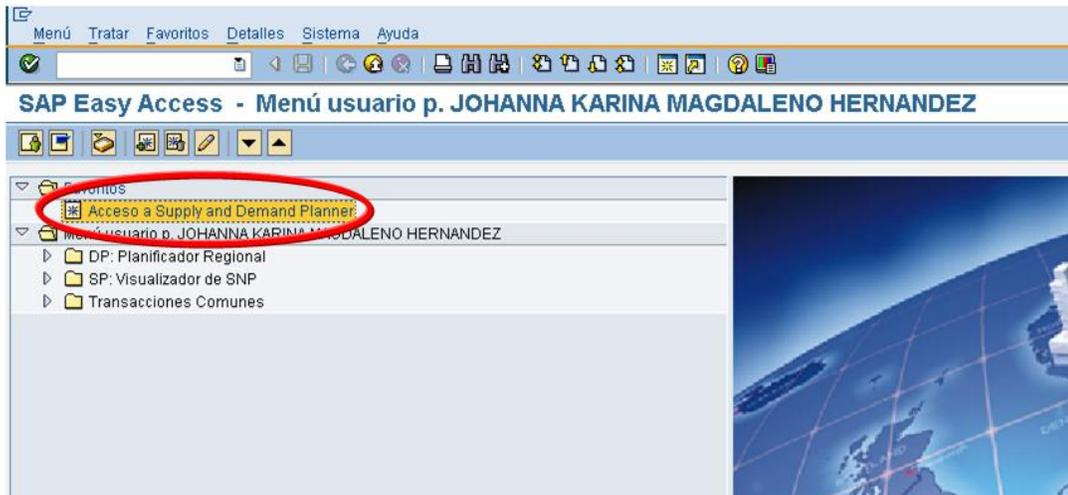

Figura 25: “Sistema SAP”
c) Seguidamente se hace doble clic en la carpeta de Favoritos en el Acceso de Supply and Demand Planner. Ver Figura 25